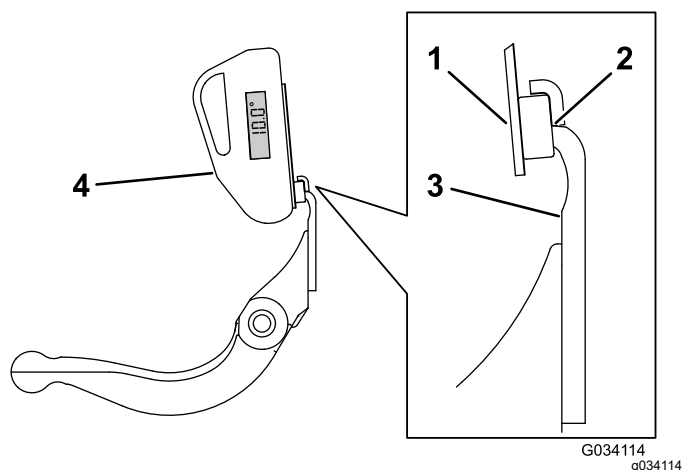

Figura 25
3. Posizionate il supporto del goniometro sul tagliente della controlama, in modo che il bordo del magnete si accoppi con il tagliente della controlama (Figura 25).
4. Posizionate il goniometro sul supporto, come illustrato nella Figura 25.